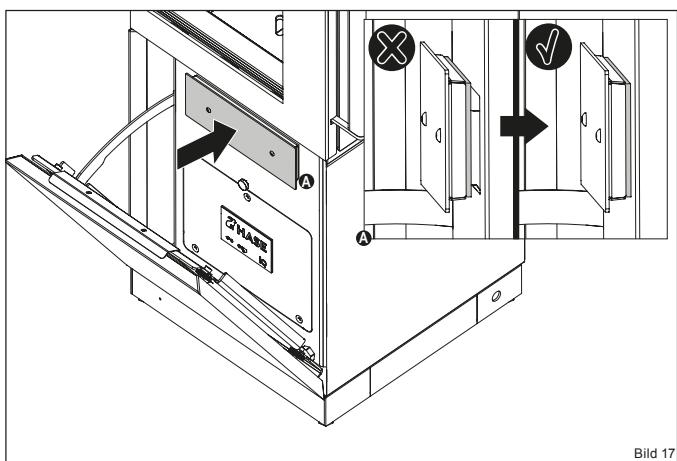

Bild 17
Achten Sie beim Einschieben des Aschebehälters darauf, dass dieser bündig mit der Dichtung anliegt (Bild 17). So wird sichergestellt, dass der Abbrandprozess nicht durch Falschlufft gestört wird.
- ✓ Schieben Sie den Aschebehälter wieder in die Öffnung, so dass dieser bündig mit der Dichtung anliegt (Bild 17).
- Schieben Sie den Aschebehälter wieder in die Öffnung (Bild 17).
- ✓ Schieben Sie den Aschebehälter wieder in die Öffnung (Bild 17).